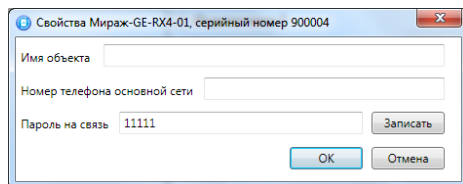

Рис.29. Задание параметров
- ✓ в открывшемся окне укажите имя объекта, номер телефона основной сети *контроллера*, задайте пароль на связь (по умолчанию установлен пароль 11111) и нажмите кнопку *ОК* (рис. 29);